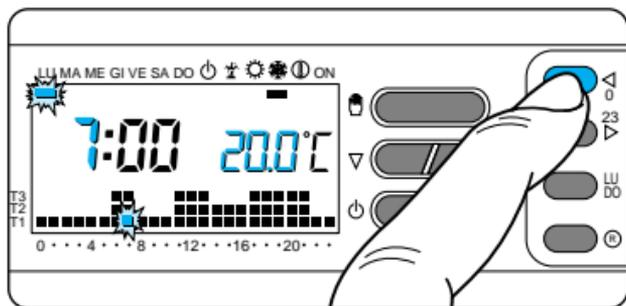

Fig. 40
**8.3** - Utilizando los botones <0÷23> sitúe el segmento parpadeante ☀ en la hora 0 del gráfico del programa diario (fig. 40).